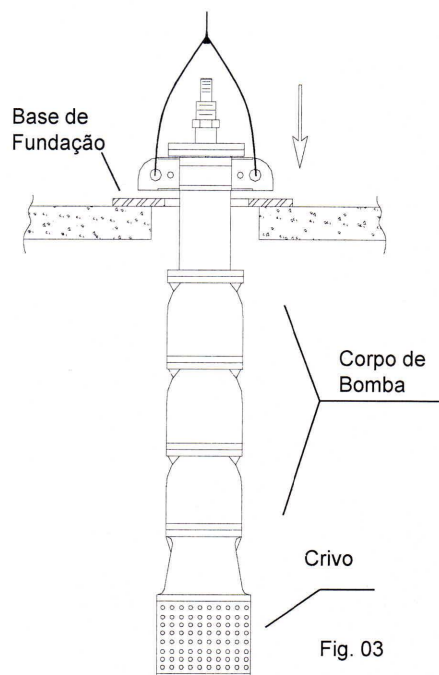

Fig. 03
**1 -** Colocar a abraçadeira no tubo adaptador do corpo de bomba e, através de cabos de aço, suspender o corpo de bomba, posicionando-o na captação. Descer o corpo de bomba até que a abraçadeira apoie na Base de Fundação (Fig. 03).